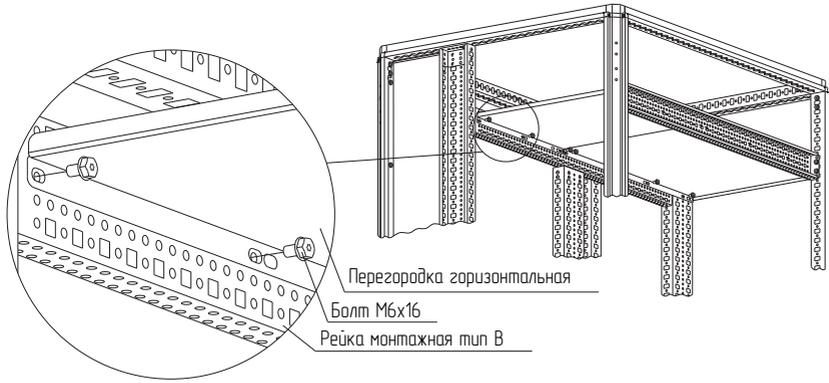

Рисунок 57
– вариант 1. Расположить перегородку горизонтальную для распределительных шин между рейками монтажными тип В и закрепить болтами М6х16 (рисунок 57). Момент затяжки – 7 Н·м. Болты приобрести отдельно;